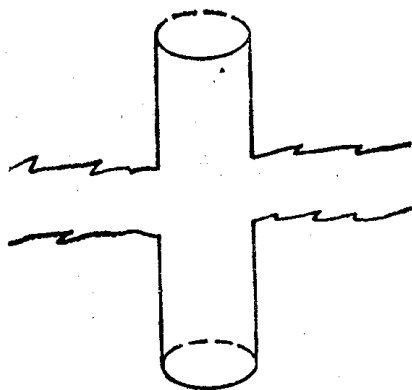

图 1-4 洞穴性地层
4. 洞穴性地层(图 1-4): 所谓洞穴, 就是石灰岩中各向尺寸都很大的裂缝。水平洞穴以上的覆盖层是自己支撑着的。水可以在水平裂缝或洞穴中流动, 或从上部或下部的地层流入这些地层, 封堵漏层非常困难。